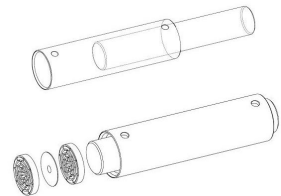

fig. 20
- Inserire il pestello fornito in dotazione nel tubo sbattitore e spingere fuori dal tubo i 13 dischi sbattitori (dischi di plastica) e i 12 dischi intermedi (lamelle di metallo) (ossia l'intero albero sbattitore). (fig. 20)